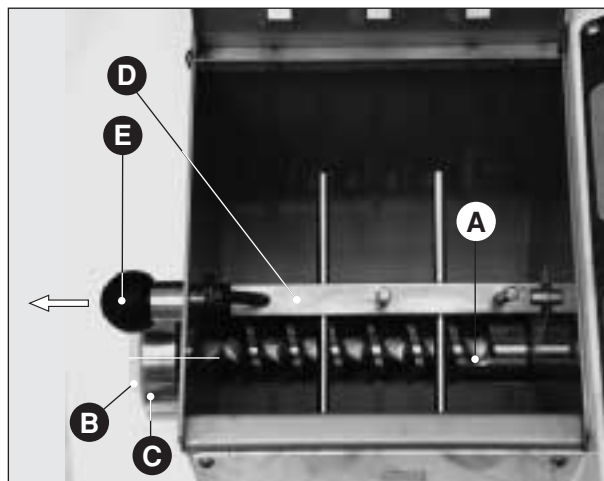
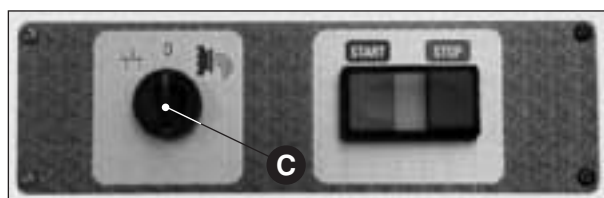

Fig. 1
Fig. 2
- positionner le sélecteur sur "0" (Fig. 2 C), s'assurer que la vis de sélection est correctement montée (Fig. 1 A), la partie cylindrique devant être appuyée contre l'arbre d'entraînement;
- s'assurer également que le bouchon en plastique (Fig. 1 B) qui remplace la filière est bien positionné, et que la douille (Fig. 1 C) est bien vissée;
- enfin, bloquer énergiquement le malaxeur (**Fig. 1 D**) dans son logement au moyen du pommeau sur le devant de la machine (**Fig. 1 E**).